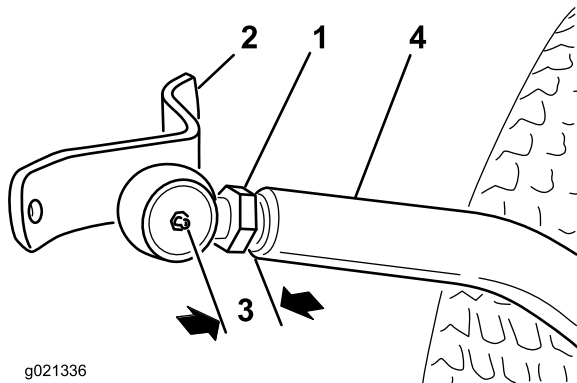

Figura 5
1. Enrosque la contratuerca a fondo en la articulación esférica derecha (Figura 5).